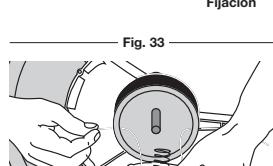

Fig. 33
9. Inserte el extremo de la línea en el orificio abierto del carrete interior y tire de la línea en forma ajustada a fin de que el lazo sea lo más pequeño posible (Fig. 33).
12. Inserte los extremos de la línea en las dos ranuras de fijación (Fig. 33).